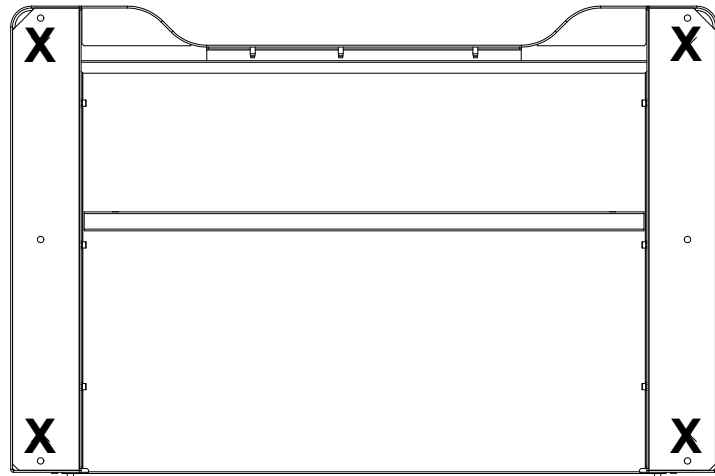

図 20. フレームのフットの場所を示しているフレームの下部
6. フレームをスキッドにボルト止めするために取り外されたフレームのフットを探して、71 ページの図 20 に示す場所に再度取り付けてください。